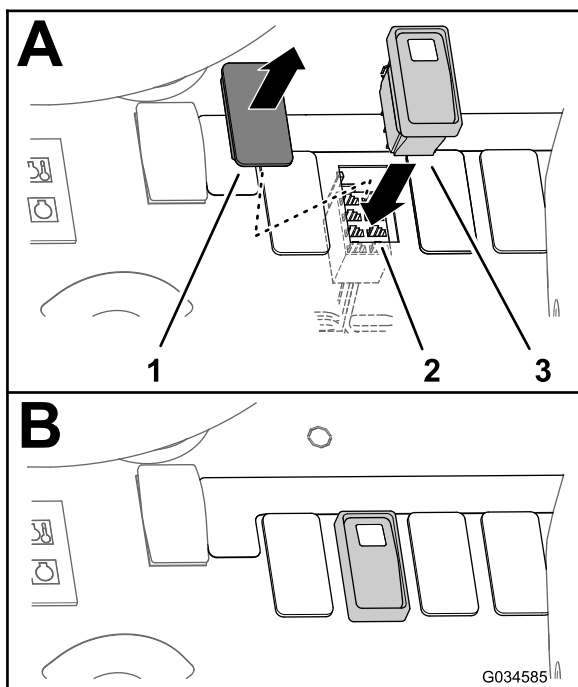
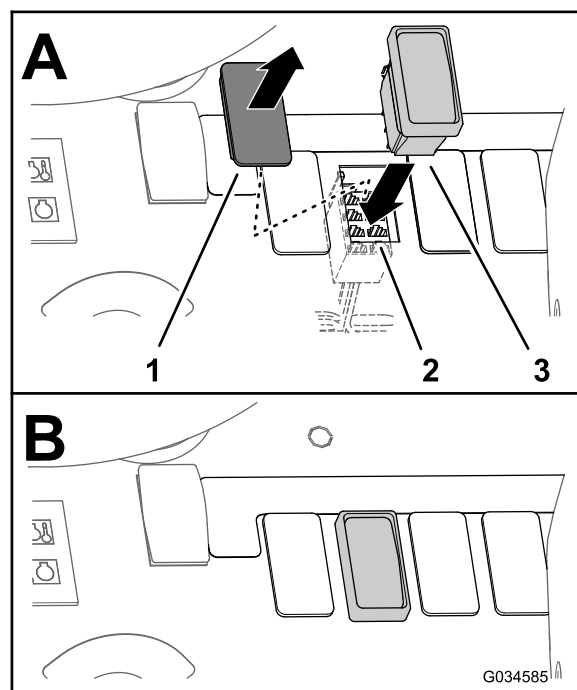

Figura 37
Figura 38
1. Rimuovete il tappo dell'interruttore del serbatoio di lavaggio dal cruscotto (Figura 37 o Figura 38).
3. Disponete il connettore a 8 prese verso il foro aperto nel cruscotto (Figura 37 o Figura 38).
4. Collegate l'interruttore a 3 posizioni nel connettore a 8 prese attraverso il pannello del cruscotto (Figura 37 o Figura 38).
5. Inserite l'interruttore a 3 posizioni nell'apertura del pannello del cruscotto fino a quando il fermo dell'interruttore non scatta saldamente in posizione nel cruscotto (Figura 37 e Figura 38).